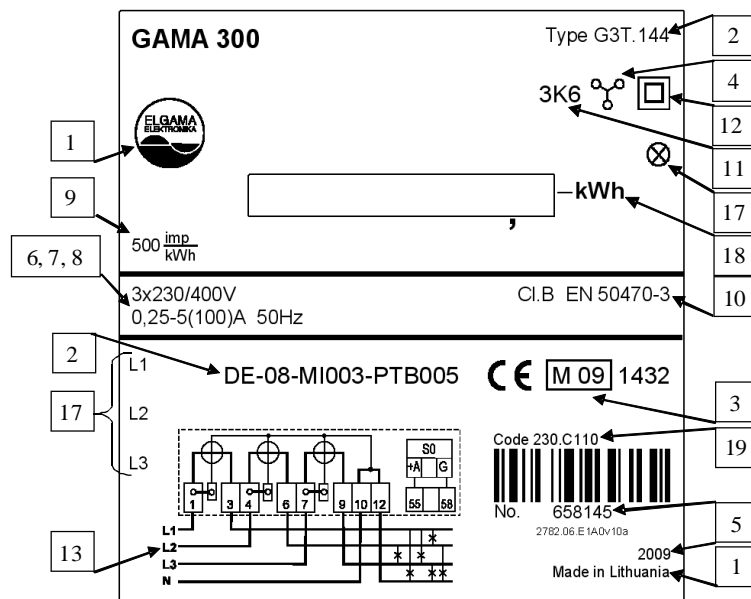
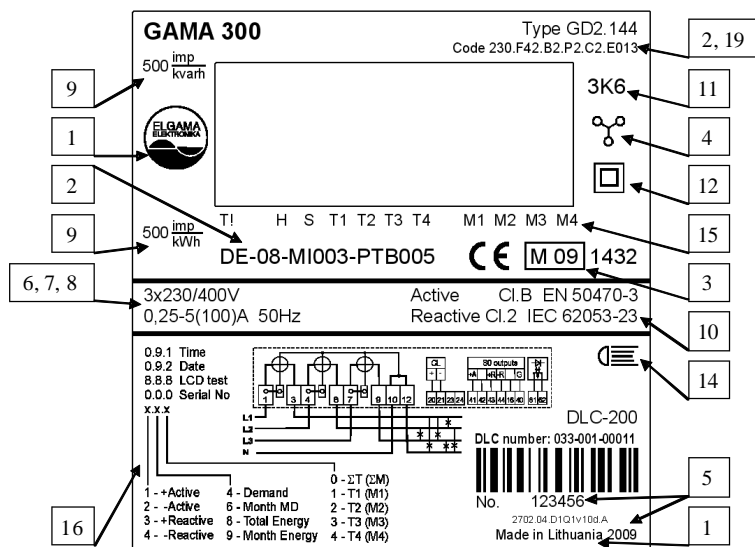
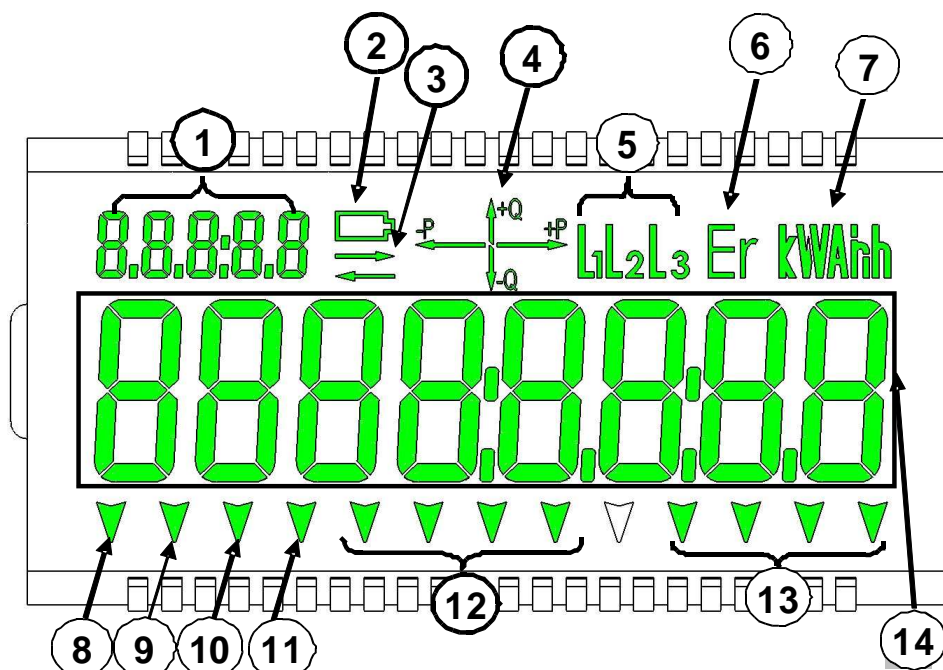

Рис. 5: Щиток счетчика G3T
Рис. 8: Щиток счетчика GD2
Рис. 12: Сегменты и поля жидкокристаллического индикатора счетчика GD2
Информация, нанесенная на щитке, соответствует требованиям стандарта EN 50470-1 и Директивы 2004/22/Е, также как и идентификация основных данных, отображаемых на индикаторе ЖКИ. Образцы щитков показаны на рисунках (Рис. 5-Рис. 8).
Таблица 14: Пояснения рисунков (Рис. 5-Рис. 8)
Счетчик GD2 снабжен жидкокристаллическим индикатором (ЖКИ), в котором имеется 133 управляющих сегмента (Рис. 12). На жидкокристаллическом индикаторе отображаются большинство накопленных счетчиком данных, введенные константы параметризации, а также информация о функционировании счетчика. Расположение управляющих сегментов на индикаторе представлено на рисунке (Рис. 12), эти сегменты обозначены темным цветом. Схемы отображения детальной информации на индикаторе приведены в разделе 8.
Жидкокристаллический индикатор счетчика GD2 (Рис. 12) можно разделить на поля (поле составляет один или несколько сегментов):
8. Сегмент аварийного тарифа. Мерцает, когда не установлены часы (На щитке счетчика символ "Т!", расположенный под соответствующим сегментом (Рис. 8, Рис. 12))
сегментом, только для счетчиков, имеющих внутреннее реле отключения (Рис. 8, Рис. 12))
10. Сегмент исторических значений. Показывает, что просматриваются данные закончившегося периода (На щитке счетчика символ "H" расположенный под соответствующим сегментом (Рис. 8, Рис. 12))
11. Индикатор состояния DLC. Показывает статус связи с точкой подхода. (На щитке счетчика символ "S", расположенный под соответствующим сегментом (Рис. 8, Рис. 12))
12. Сегменты тарифов энергии. Одновременно бывает включен сегмент, указывающий активный тариф энергии (номер тарифа "T1, T2, T3, T4" записан на щитке счетчика под соответствующим сегментом (Рис. 8, Рис. 12))